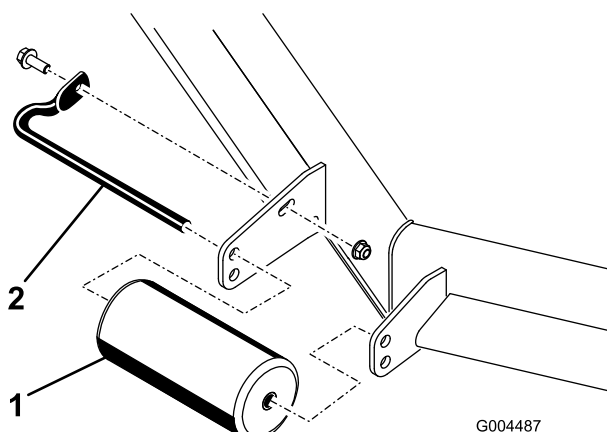

Figura 13
1. Remova o parafuso e porca que prende o eixo do rolo ao suporte da plataforma (Figura 13).